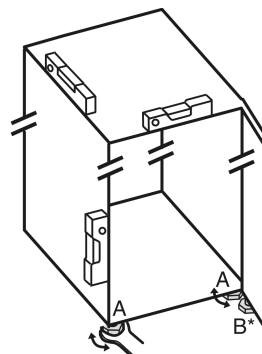

Fig. 4
- ▶ Развивайте регулируемите крачета Fig. 4 (A) с приложения гаечен ключ и с помощта на нивелир, докато уредът се изравни стабилно и хоризонтално.
- ▶ Развийте регулируемото краче Fig. 4 (B) на лагерната стойка с приложени гаечен ключ, докато то опре върху пода.
- ▶ Завъртете регулируемото краче Fig. 4 (B) с още 90°.